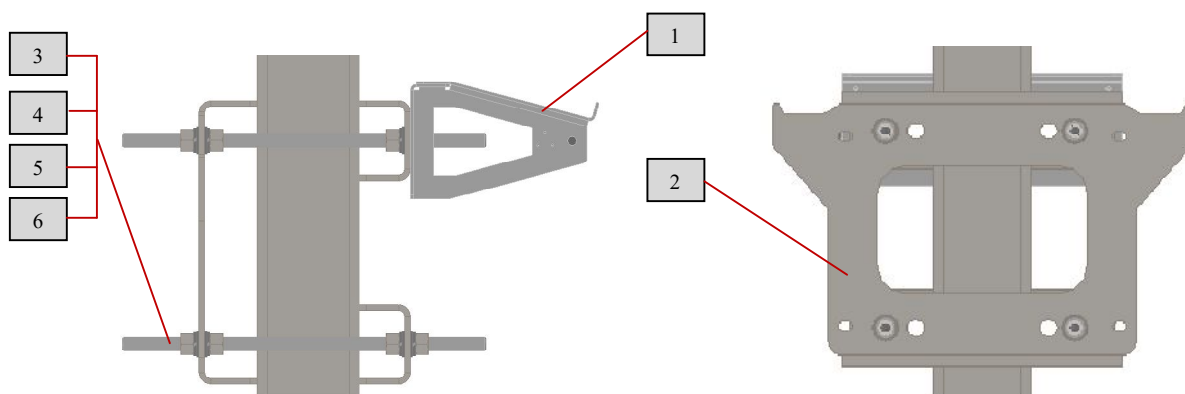

Рис.30 Крепление монтажного комплекта коммутационного модуля
Демонтировать швеллер (2) с транспортной комплектации коммутационного модуля. Затем поднять швеллер и закрепить его на опоре как показано рис.30.